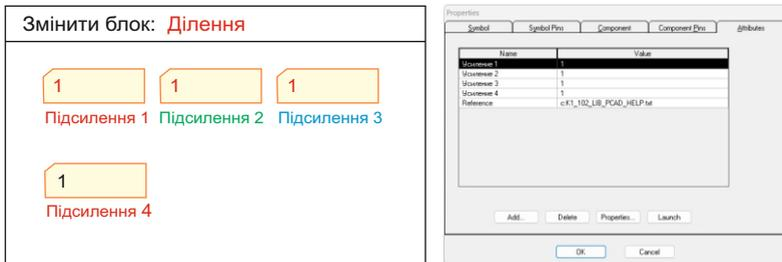

Рис. 27 Конфігуратор блока "Ділення"
2.10 Конфігуратор блока містить наступні конфігураційні вікна (Рис. 27):